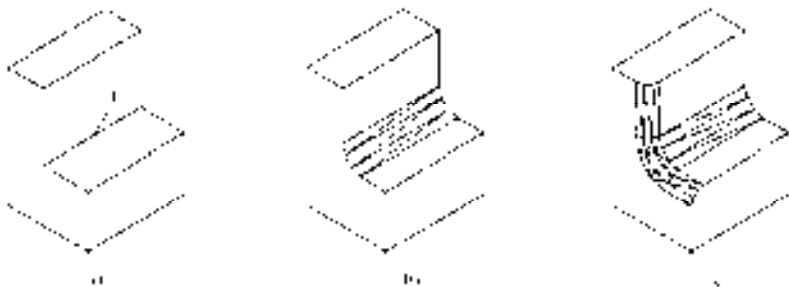

图 10-94 对建模棱边进行圆角处理
“链 (C)”选项: 表示与此边相邻的边都被选中, 并进行圆角操作。图 10-94 所示为对长方体圆角处理的结果。